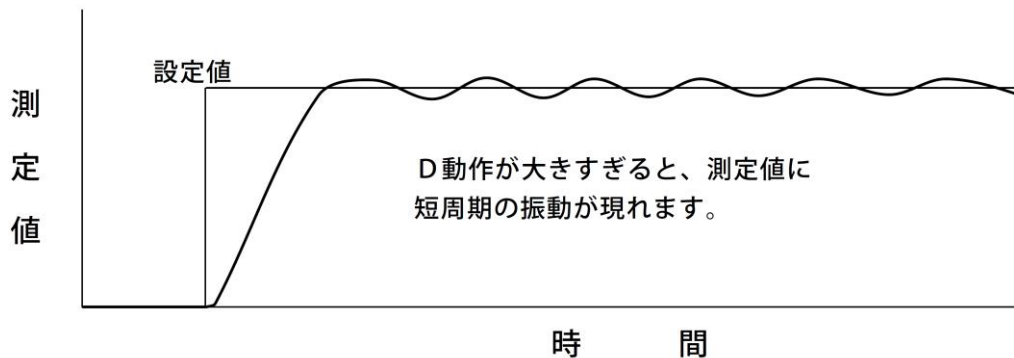

図 3 微分動作による測定値の振動
- (5) TD を 0.1、1.0、5.0min と大きくし、(1)～(4)項と同じ操作を行います。
- (6) (5)項の操作の途中から PV に図 3 のような振動が現れます。